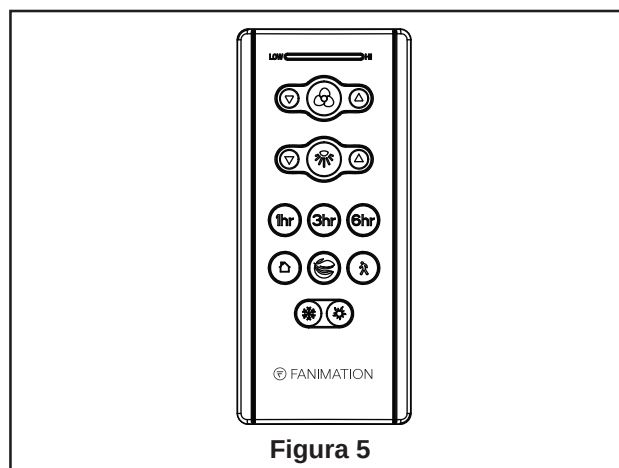

Figura 5
7. Funciones del control remoto: (Figura 5)